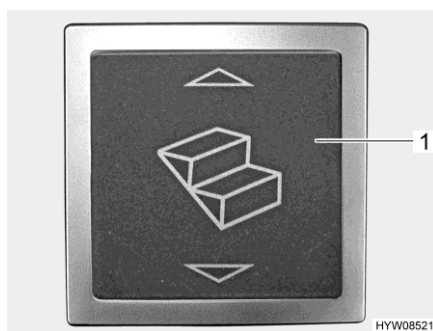

Fig. 6 Interruptor basculante para el escalón de entrada (zona de entrada)
- Pulsar el interruptor basculante (Fig. 6,1) de la zona de entrada.